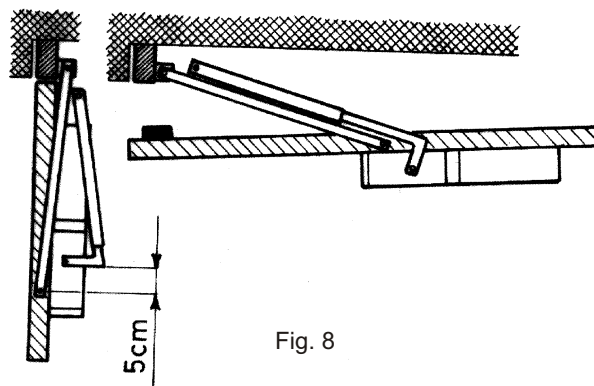

Fig. 8
- El soporte 4 (Fig. 2) debe ser posicionado sobre el brazo de equilibrado o también sobre el marco fijo también en proximidad a la bisagra superior del brazo mismo (Fig. 8).
- Modificar el macho del brazo telescópico creando un codo, como indica la Fig. 8, de modo que cuando el portón está en posición de máxima apertura los brazos estén paralelos.